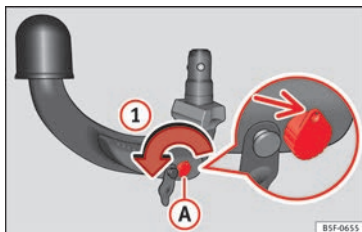

Fig. 233 Étape 1 :
- Tournez la clé dans le sens de la flèche (1) jusqu'à ce que la partie trouée de la clé atteigne sa position supérieure » fig. 233.